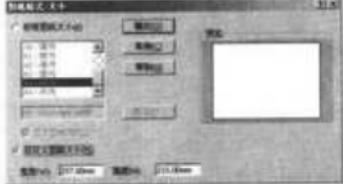

图 6-1 自定义图纸大小
(2) 弹出“图纸格式/大小”对话框，点选“自定义图纸大小”单选组，“宽度”和“高度”文本框被激活，可在文本框中设置图纸的大小，如图 6-1 所示。